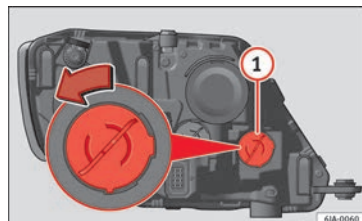

Fig. 93 Substituição da lâmpada das luzes indicadoras de mudança de direção.
- Rode o porta-lâmpadas » Fig. 93 ① para a esquerda e retire-o.